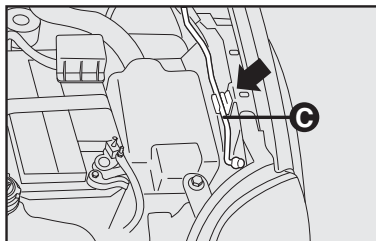

fig. 114
- 3) levantar o capô segurando-o pela parte central e, simultaneamente, soltar a vareta de suporte do seu dispositivo de bloqueio **C**-fig. 114;